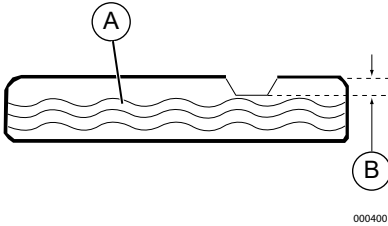

Figura 2-10. Añadir combustible recomendado
4. Añada lentamente el combustible recomendado (A). No llene el depósito en exceso (B). Consulte la Figura 2-10.